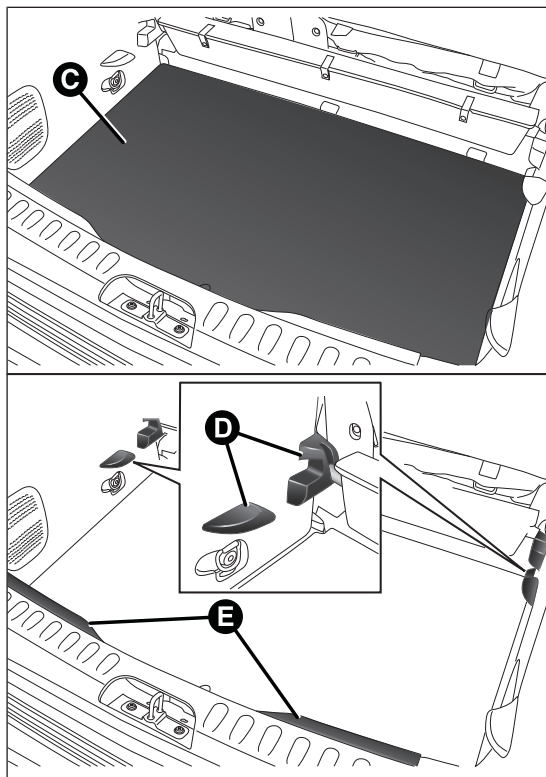

fig. 94
- introduire les objets à l'intérieur du compartiment C fig. 94 ;
- puis repositionner correctement le plan B dans les logements D fig. 94 situés sur les flancs latéraux et sur la traverse arrière E.